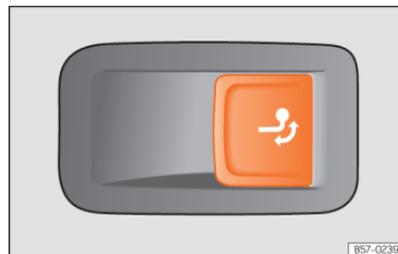

Fig. 210 No lado direito da bagageira: botão para desbloquear o gancho de reboque.
- Puxe o botão »» Fig. 210 de forma breve. O gancho de reboque desbloqueia-se eletricamente e roda-se automaticamente para fora. A luz de controlo do botão pisca.
- Puxe o botão »» Fig. 210 de forma breve. O gancho de reboque desbloqueia-se eletricamente.
- Nunca pressione o botão »» Fig. 210 quando tiver um reboque engatado ou estiver montado um porta-bagagens ou outros acessórios sobre o gancho de reboque.